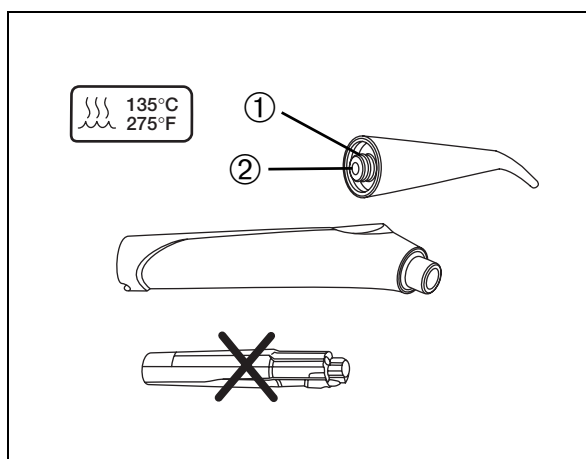

Abb. 26
Nur Düse und Griffhülse können im Autoklaven mit 135°C bei 2,1 bar, Haltezeit min. 3 min sterilisiert werden (Abb. 26).
- Nehmen Sie die Teile nach der Sterilisation sofort aus den Autoklaven. Bestreichen Sie die beiden O-Ringe ① leicht mit Vaseline.
- Reinigen Sie die Lichtleiterfläche ② (Abb. 26) mit einem Wattestäbchen und Alkohol.